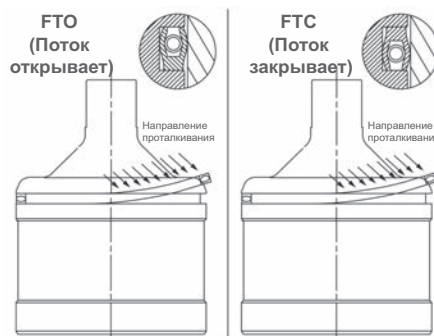

Рисунок 4. Подпружиненное уплотнительное кольцо
(рисунок 4 на стр. 16, рисунок 9 на стр. 24 и рисунок 12 настр. 25)
- Поместите кольцо над конической верхней частью пробки так, чтобы кромка кольца была обращена к стороне давления (см. рисунок 4).
В направлении сборки радиального кольца (11F) на пробке (см. рис. 4). «Открывается потоком»: открытая сторона находится в верхней части. «Закрывается потоком»: открытая сторона находится в нижней части.